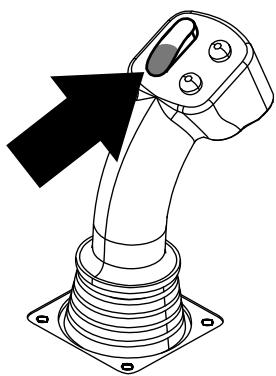

Figura 9
3. Mantenga pulsada la sección inferior del interruptor basculante (Figura 9) hasta que ocurran las 3 cosas siguientes (Figura 10):